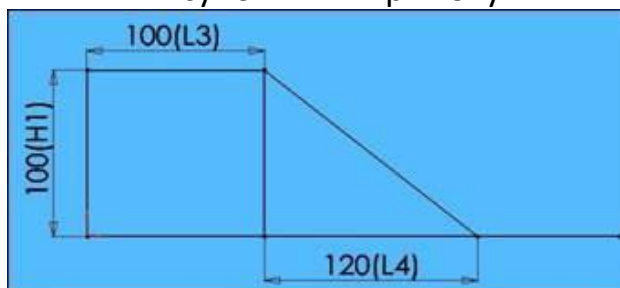

Рисунок 7.2 – Ескіз фронтальної частини
4. Натисніть на ліву кнопку миші і, переміщуючи покажчик вертикально вгору, намалюйте багатокутник, поруч з покажчиком відобразиться радіус вписаного кола і кут, який повинен бути рівний 90°. Відпустіть ліву кнопку миші (рис. 7.2).